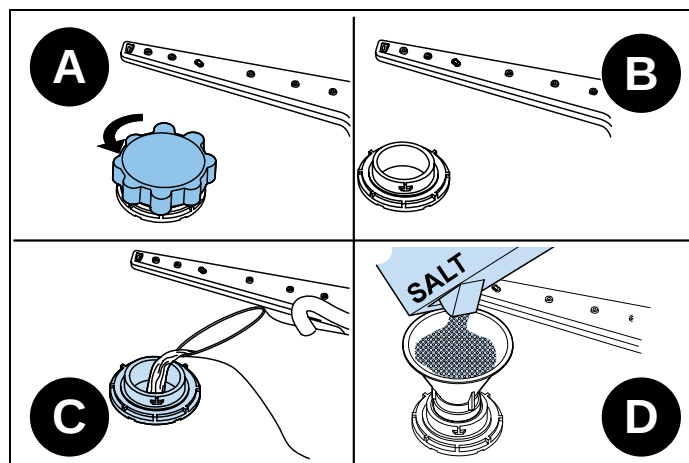

Fig. 74
- 1) For at fylde salt i opvaskemaskinen skal du først fjerne den nederste kurv og derefter åbne låget til saltbeholderen ved at dreje det mod uret. Fig. 74 A-B
- 2) Ved første brug fyldes rummet med 0,6 kg salt og vand Fig. 74 C til overløbsniveauet. Brug eventuelt den medfølgende tragt (Fig. D) for at gøre påfyldningen lettere.